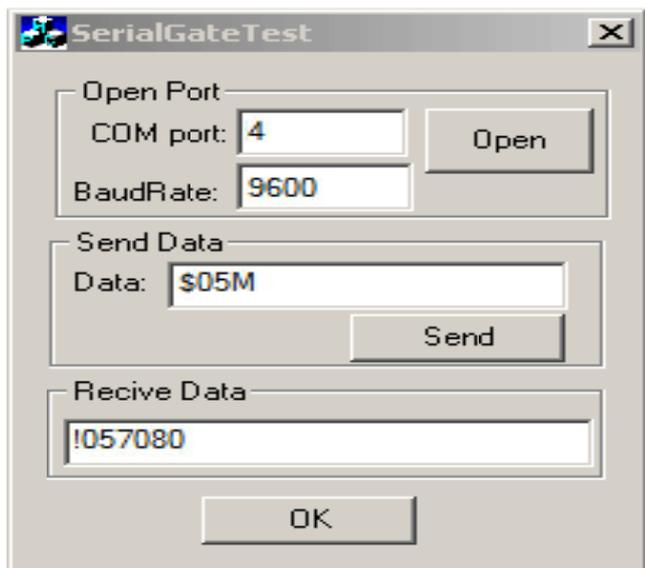

Рис. 61. Проверка работоспособности программы
**9600 бит/с.** После запуска приложения необходимо произвести настройку порта «COM port» - **COM4**, задать «BaudRate» - **9600**, указать команду чтения названия модуля «Data» - **\$05M**. Затем необходимо последовательно нажать кнопки: «Open», «Send». Результат взаимодействия программы с модулем можно оценить по ответному сообщению поля Recive Data (рис. 61).